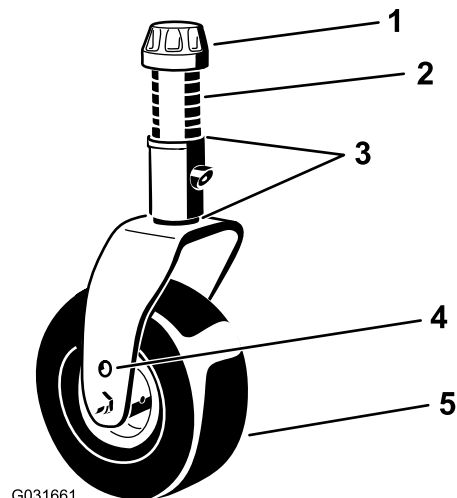
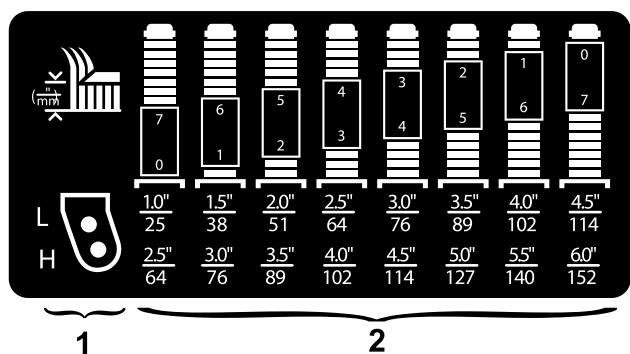

Figura 8
Figura 9
Coloque los ejes de las ruedas giratorias en los mismos orificios en ambas horquillas. Consulte Figura 8 y Figura 9 para determinar los orificios correctos para esta configuración.
1. Retire el casquillo tensor del eje (Figura 8) y deslice el eje fuera del brazo de la rueda giratoria. Coloque los 2 suplementos en el eje de la misma forma que en la instalación original. Estos suplementos son necesarios para obtener el mismo nivel en toda la anchura de las unidades de corte.
2. Coloque el número necesario de espaciadores en el eje para obtener la altura de corte deseada (Figura 8).
Consulte la Figura 9 para determinar las combinaciones de espaciadores para la configuración de altura de corte deseada.